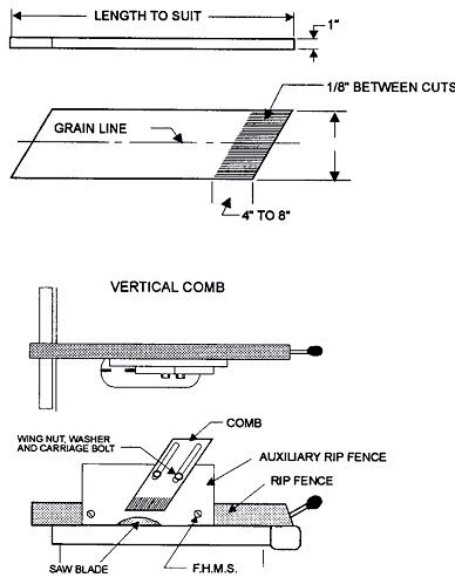

Рис. 37
- Клинова дошка (рис. 37) повинна бути зроблена з твердої прямошаруватої деревини приблизно товщиною 1" (25 мм) та шириною від 4" до 8" (100-200 мм) в залежності від розмірів верстату.